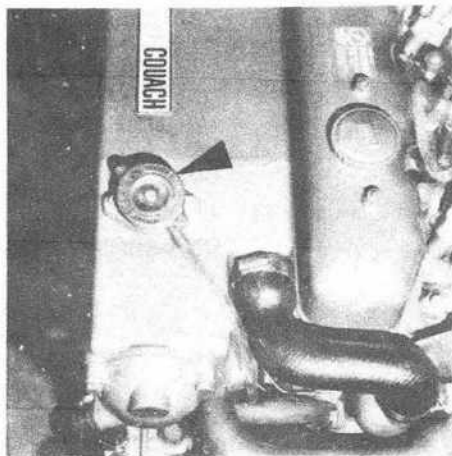

fig.3
- Vérifier le niveau d'eau douce par le bouchon [fig. 3].